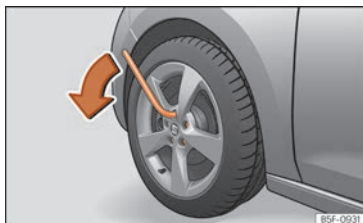

Fig. 63 Cambio de rueda: aflojar los tornillos de rueda.
- Agarre la llave por el extremo y gire el tornillo aproximadamente **una** vuelta hacia la izquierda »» **fig. 63.**